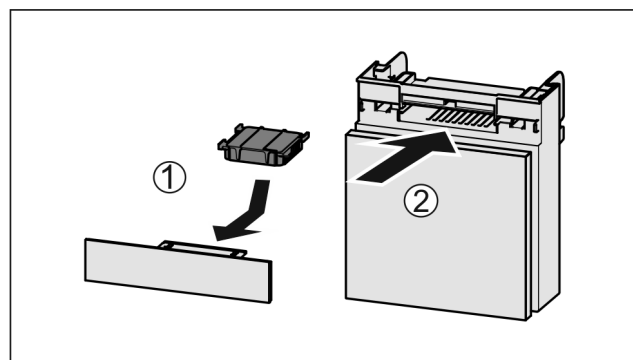

Fig. 36
- Aktivkohlefilter nach Abbildung einsetzen Fig. 36 (1).
- Fach einschieben Fig. 36 (2).